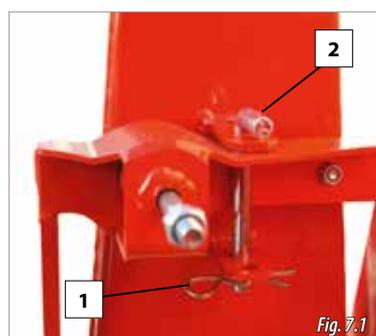

Fig. 7.1
- A. Poner el seguro (2, Fig. 7.1) y posteriormente poner el pasador (1, Fig. 7.1).
- A. Retirar el pasador (1, Fig. 7.1) y sacar el seguro (2, Fig. 7.1).